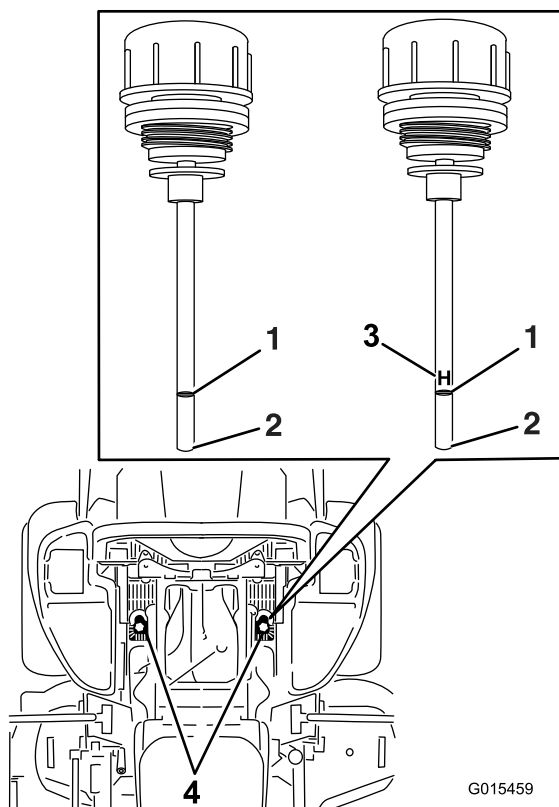

Figura 81
dell'impianto idraulico (Figura 81).
(Figura 81).
9. Togliete l'asta e controllate l'estremità (Figura 81).